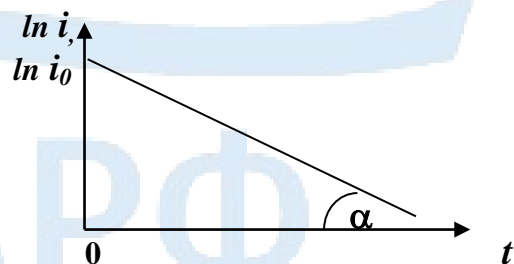

Рис. 2
т. е. имеем линейную зависимость  $\ln i$  от  $t$ . График функции (9) показан на рис. 2.